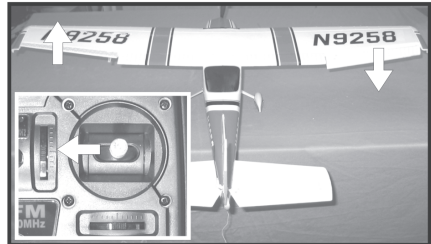

Figure 18b
- Quand vous tirez le levier de commande droit de l'émetteur (voir fig. 2, pos. 4) vers la gauche, l'aileron gauche (1) doit braquer d'env. 1,2 cm vers le haut et l'aileron droit (2) doit braquer d'env. 1,2 cm vers le bas, voir figure 18b.